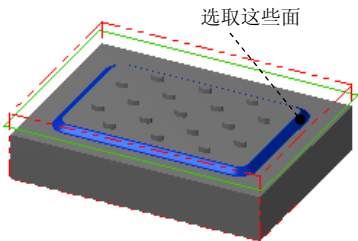

图 25.16 选取加工面
Step2. 设置加工区域。在图形区中选取图 25.16 所示的面（共 24 个），按 Enter 键，系统弹出“刀具路径的曲面选取”对话框。然后单击 **干涉面** 区域中的 **鼠标** 按钮，选取图 25.17 所示的面为干涉面，然后按 Enter 键。单击 **✓** 按钮，完成加工区域的设置，同时系统弹出“曲面精加工等高外形”对话框。